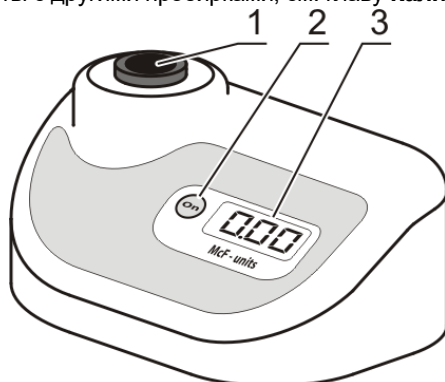

Рисунок 2. Вид спереди
- Проверьте, чтобы адаптер **A-16** был в гнезде прибора (рис. 2/1). Прибор откалиброван для работы со стеклянными пробирками диаметром 16 мм. Откалибруйте прибор для работы с другими пробирками, см. главу **Калибровка**.
- 5.3. На дисплее (рис. 2/3) может отображаться:
Примечание. Дисплей **DEN-1B** отключается, если в гнезде прибора нет пробирки дольше одной минуты. Нажмите кнопку **On** (рис. 2/2) для включения.
- 6.6.2. **Прозрачный стандарт.** На дисплее появится индикация □.□□. Вставьте в гнездо (рис. 2/1) стандарт для значения **0.00**. Если такой стандарт недоступен, наполните пробирку, используемую для обычных измерений, дистиллированной водой. Используйте пробирку как стандарт **0.00**. Нажмите кнопку **Install** для сохранения значения прозрачного стандарта. Экран покажет следующее требуемое значение калибровки.
- 6.7. **Общие правила калибровки.** На дисплее появится индикация соответствующего значения калибровки. Вставьте в гнездо (рис. 2/1) стандарт для этого значения и нажмите кнопку **Install** для сохранения значения данного стандарта.